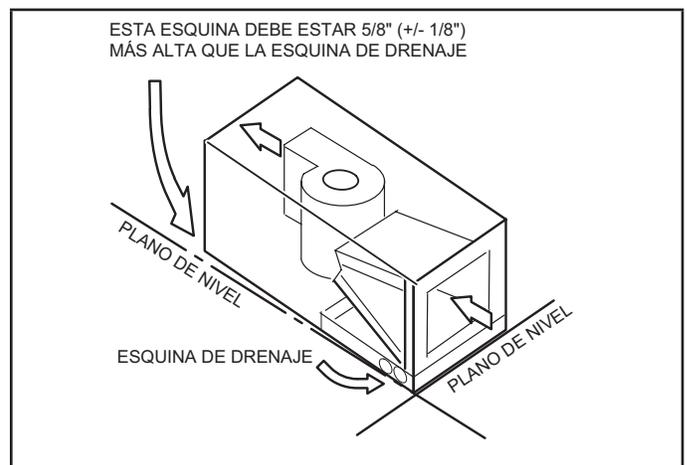

FIGURA 14. Inclinación de la unidad para un drenaje apropiado
- 3 - Coloque la unidad de modo que esté inclinada hacia el extremo del colector de drenaje de flujo ascendente y nivélela desde el extremo delantero al extremo trasero (ver la Figura 14).
Asegúrese de que la unidad esté inclinada (similar a la pendiente en la Figura 14) de modo que el colector de drenaje se vacíe por completo sin que quede agua estancada en el colector.
- 6 - Instale una trampa de 2" en las líneas de drenaje principales (primarias) lo más cerca posible de las unidades (ver la Figura 14). Asegúrese de que el extremo superior de la trampa esté debajo de la conexión al colector de drenaje para que el colector se drene por completo.
NOTA: Las secciones horizontales deben tener un respiradero (tubo vertical) antisifón instalado adelante de la sección horizontal. Ver la Figura 14. Una sección horizontal extremadamente larga podría requerir una línea de drenaje sobredimensionada para eliminar las trampas de aire.